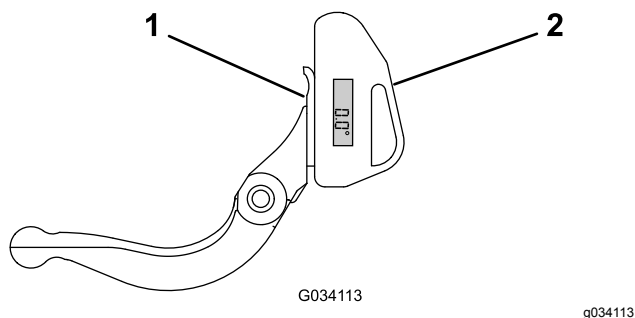

Figura 35
1. Coloque o indicador de ângulo no lado inferior da lâmina de corte, como se ilustra na Figura 35.